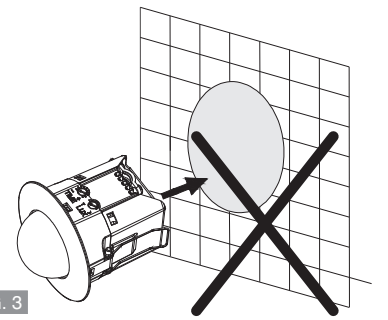

FIG. 3
- Este detector está diseñado para instalación en falso techo en interiores, no es idóneo para ser montado en la pared (fig. 3)